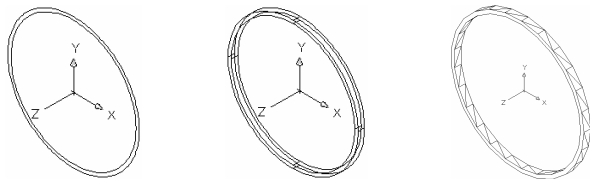

图 6-2-3 偏移处理 图 6-2-4 拉伸处理 图 6-2-5 差集处理
(4) 绘制圆。单击“绘图”工具栏中的“圆”按钮，根据命令行的提示进行操作，以(0,0)为圆心，绘制半径为10的圆。
(5) 缩放视图。在命令行中输入 ZOOM 命令并按回车键，根据命令行的提示进行操作，在命令行中输入 A，在当前视图中显示整个图形。
(6) 偏移处理。单击“修改”工具栏中的“偏移”按钮，根据命令行的提示进行操作，选择步骤(4)所绘制的圆，设置偏移距离为0.5，将圆向内进行偏移处理，结果如图6-2-3所示。